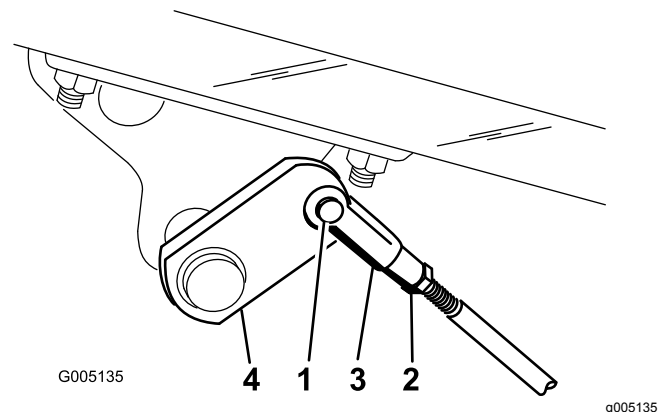

Bild 46
- Entfernen Sie den Splint und Lastösenbolzen, um die Bremsstangen abzuschließen (**Bild 46**).
- Lockern Sie die Klemmmutter und stellen den Lastösenbolzen entsprechend ein (**Bild 46**).
- Bringen Sie den Lastösenbolzen am Bremsbügel an (**Bild 46**).